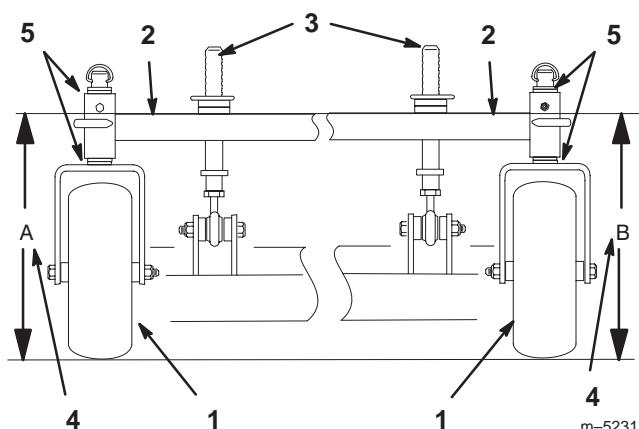

Figure 48
3. Mesurez la hauteur du bâti porteur au point "A" (Fig. 48).
4. Mesurez la hauteur du bâti porteur au point "B" (Fig. 48).